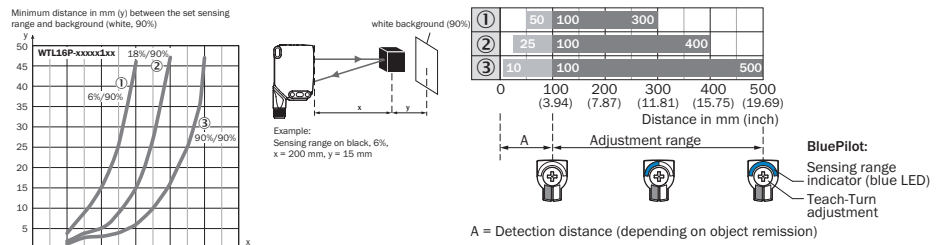
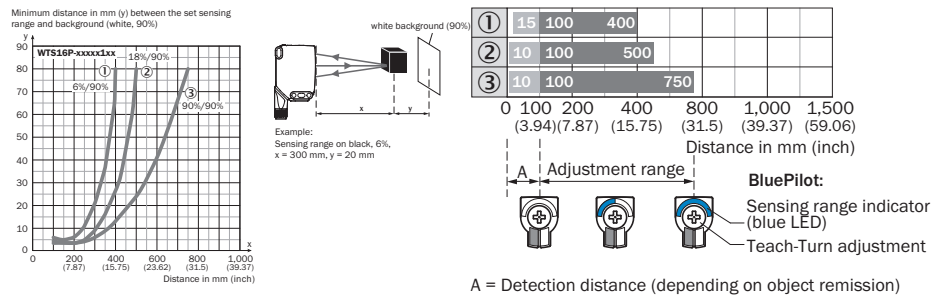

図 100: 特性曲線 1、WTL16P-xxxxx1xx、赤色光
図 101: 特性曲線 1、WTS16P-xxxxx1xx、赤色光
使用条件の点検: 検出距離と対象物または背景までの間隔、ならびに対象物の反射率を対応する図 [参照 図 100、図 101] と照らし合わせます (x = 検出距離、y = 設定した検出距離と背景 (白 90%) 間の最小距離)。反射率: 6% = 黒色 ①、18% = 灰色 ②、90% = 白色 ③ (DIN 5033 に準拠した白)。当社では、反射率が低い対象物を使用して設定を行うことを推奨しています。
背景抑制用の最小間隔 (= y) は、図 [図 100 ①] に基づいて以下の通り求めることができます: